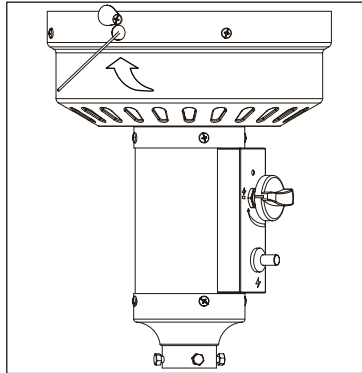

Figure 4
- En poussant le bouton de contrôle, placer la paille du briquet long (non-inclus) dans l'orifice de l'assemblage de tête pour allumer la flamme pilote (Figure 4).